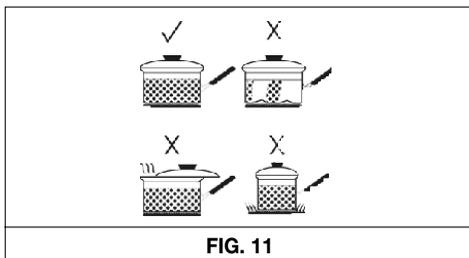

FIG. 11
- Ne pas utiliser de casseroles ayant un diamètre inférieur au diamètre des zones de cuisson ou des plaques. En achetant les casseroles, tenir compte du fait que le constructeur indique souvent le diamètre supérieur de la casserole qui est souvent supérieur au diamètre de base (fig. 11).
- Utiliser des casseroles à fond plat et très épais. Les bases qui ne sont pas planes augmentent les temps de cuisson (fig. 11).
- Utiliser des casseroles avec un couvercle (fig. 11).